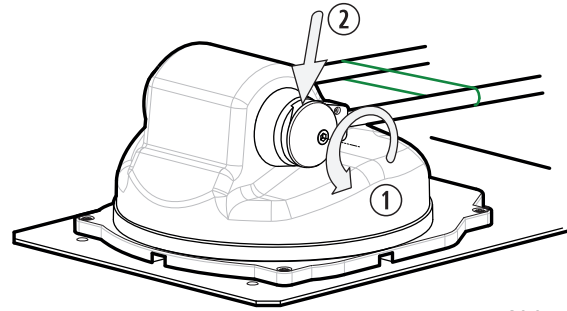

Abb. 11
⚠ Schrauben Sie vorsichtig unter Verwendung des 6 mm Inbusschlüssels die seitlichen Schrauben der Motorgruppe ab ①. Ziehen Sie die Sperr-Ringbeschläge von der Motorgruppe weg und schaffen Sie ausreichend Platz, um die Parabolspiegel-Baugruppe einsetzen zu können ② (Abb. 11).